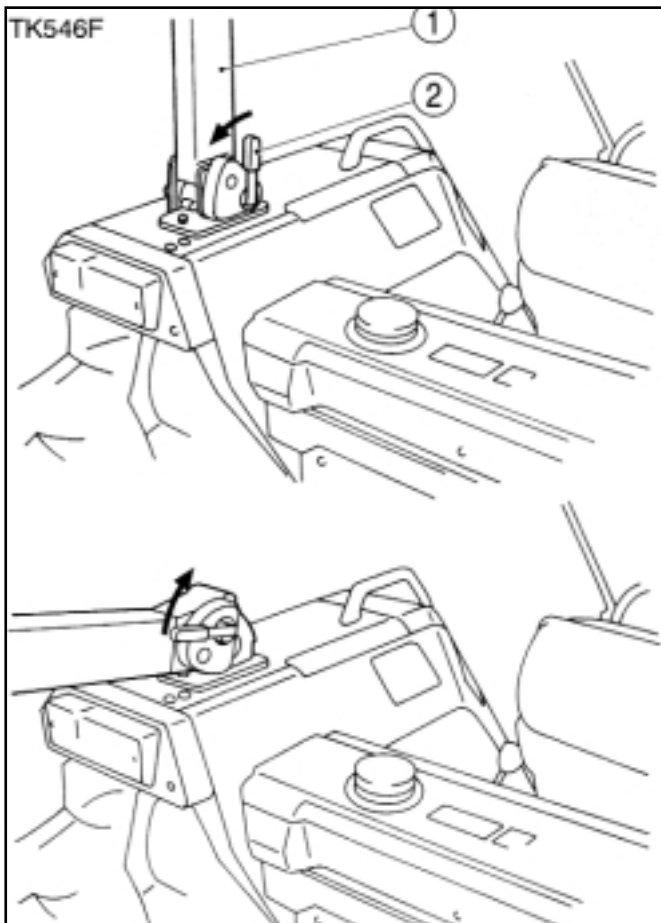

FIG. 73a / ABB. 73a / FIG 73a
- Abaissez le levier à plat vers l'arrière (Fig. 73a).
- Trek de hendel naar beneden plat naar achter (Fig. 73a).